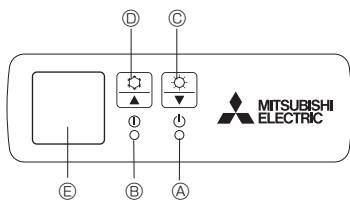

Fig. 5-1
[Fig. 5-1] ① Лампочка DEFROST/STAND BY (РОЗМОРОЖУВАННЯ/ОЧІКУВАННЯ)
- ② Індикаторна лампочка роботи
- ③ Перемикач аварійної експлуатації (обігрів)
- ④ Перемикач аварійної експлуатації (охолодження)
- ⑤ Приймач